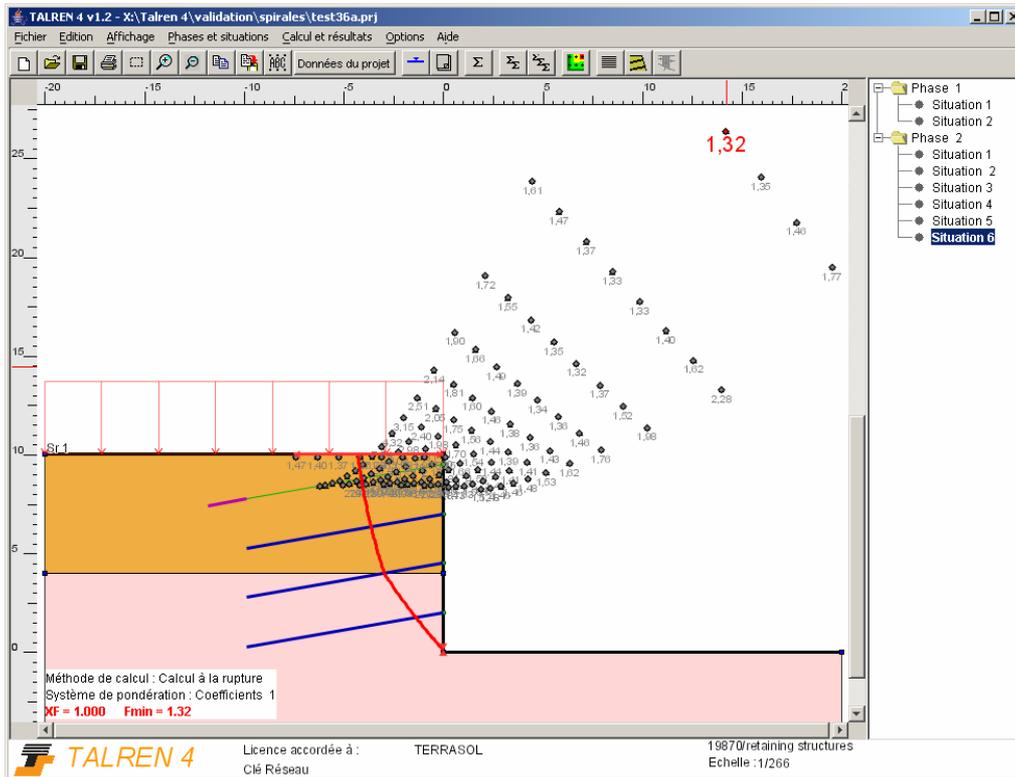

Figure 116 : résultats affichés par défaut après calcul d'une situation
- Dans le cas des spirales logarithmiques : le coefficient de sécurité minimum obtenu pour chaque spirale est affiché à côté de son pôle (Figure 116).